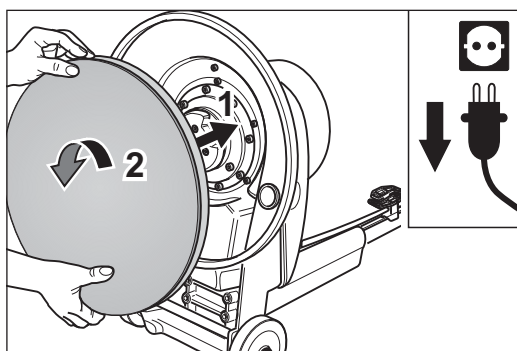

Abb. 7 Den Schleifteller einsetzen (1) und nach **links** drehen bis zum Anschlag (2).
- 6 Setzen Sie den Schleifteller mittig auf die Aufnahme des Getriebes (Abb. 7, 1) und drehen Sie ihn nach **links** bis zum Anschlag (Abb. 7, 2).